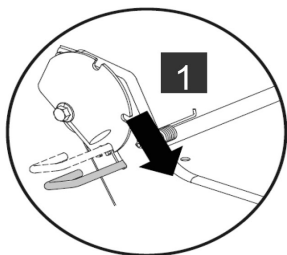

Рис. 4
- Нажмите на фиксирующий рычаг вниз, чтобы разблокировать нижнюю часть рукояток (Рис. 4. Положение 1).